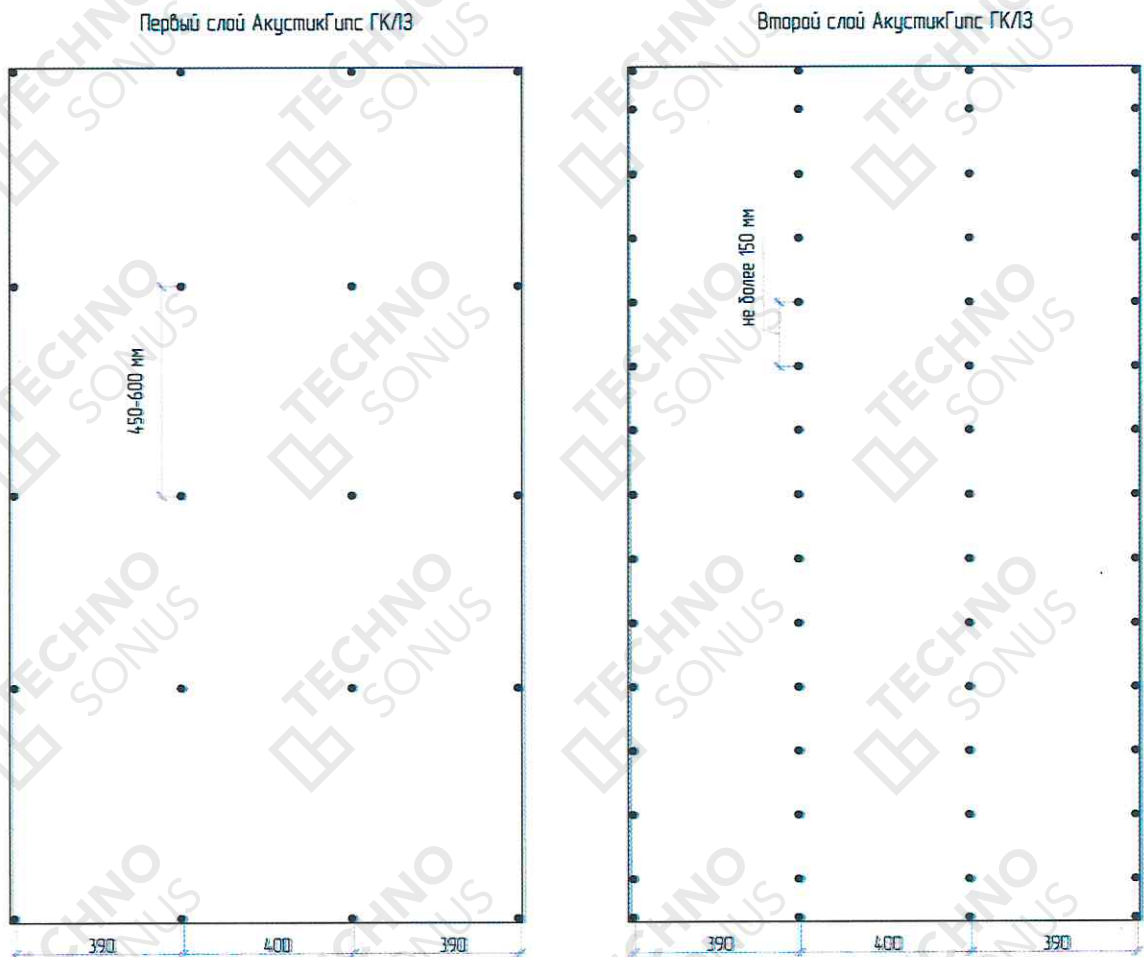

Рисунок 21 – Схема расположения саморезов при двухслойной облицовке ГКЛЗ
6.14. Установить и закрепить финишный слой листов АкустикГипс ГКЛЗ. Важно соблюдать разбег между швами первого и второго слоя. Швы первого и второго слоя должны отстоять друг от друга минимум на 400 мм. Шаг саморезов не более 15 см по основному профилю (рисунок 21). Первый лист не должен начинаться с утоненной кромки от угла и не должен заканчиваться ей же. Стыковка листов АкустикГипс ГКЛЗ возможна только по утоненной кромке или по подрезанному краю. Не допускается стыковка утоненной кромки и отрезного края. Швы между листами не заполняются виброакустическим герметиком Сонетик. Для фиксации финишного (второго) слоя АкустикГипс ГКЛЗ применяются саморезы